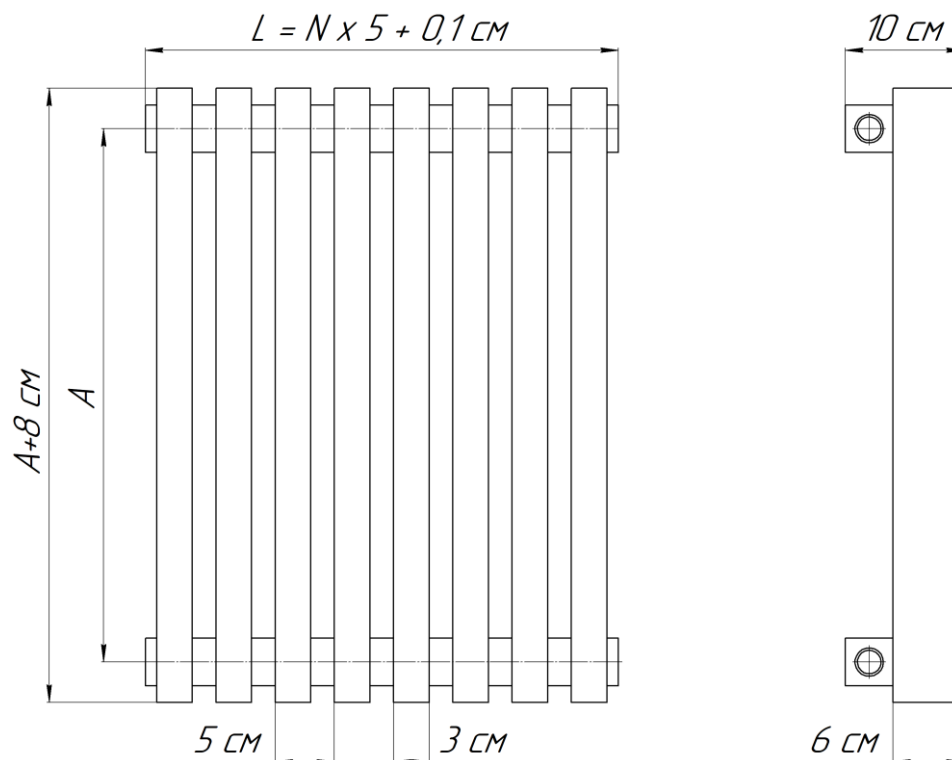

Рис. 1 Радиатор «QUADRUM 60 V», где: А – межцентровый монтажный размер, см; N – количество секций; L – габаритная длина, см.
2.1. Основные размеры и параметры радиаторов приведены на рис.1 и в Таблице №1.